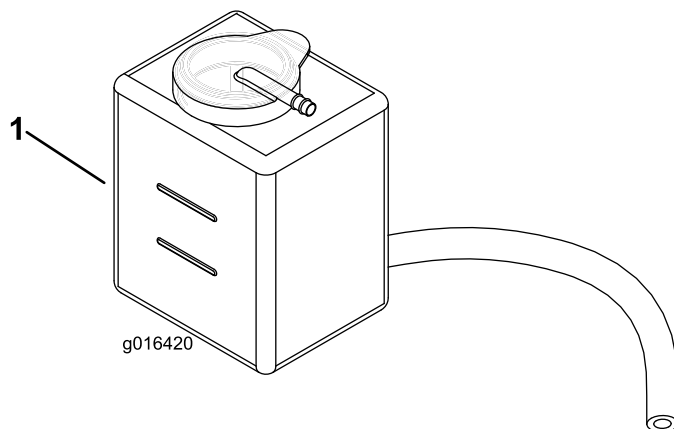

Figure 26
2. Vérifiez le niveau du liquide de refroidissement (Figure 26). Il doit se situer entre les deux traits du vase d'expansion quand le moteur est froid.